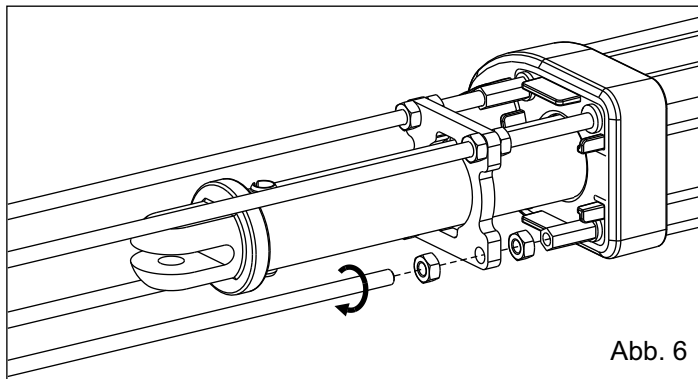

Abb. 6
6. Die Muttern einführen und die 4 Stangen bis zum Anschlag festschrauben (Fig.6)